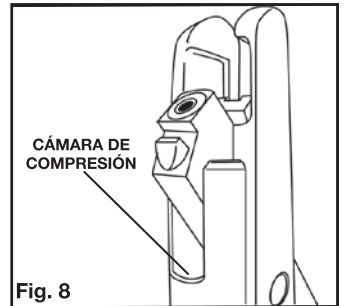

Fig. 8
- Para garantizar que el rifle de aire comprimido tenga una potencia uniforme, es importante aplicar una gota de Crosman RMC OIL en la cámara de compresión cada algunos cientos de disparos. (Fig. 8) Las piezas externas de metal se deben limpiar con un paño que tenga RMC OIL.